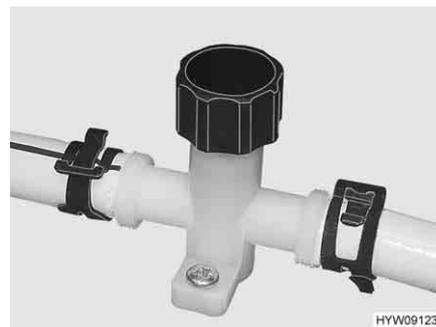

Fig. 163 Rubinetto di scarico (tubatura dell'acqua)
- Chiudere i rubinetti di scarico (Fig. 164 e Fig. 163). Chiudere i coperchi in senso orario oppure posizionare la leva a bilanciere in posizione orizzontale. L'ubicazione delle valvole di sicurezza/di scarico e dei rubinetti di scarico è riportata al paragrafo 10.6, alla fine di questo capitolo.